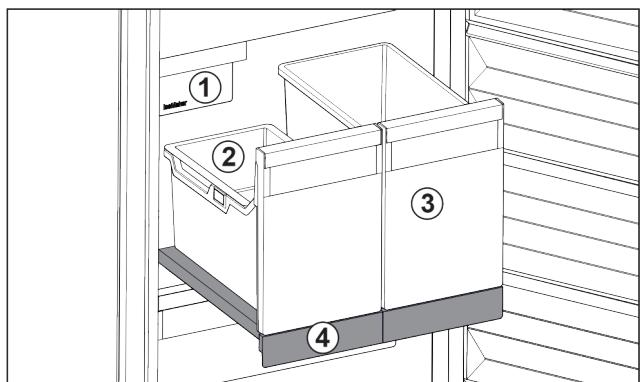

Fig. 122 Izvlečna polica z IceTower
Na izvlečni polici sta dve visoki posodi (IceTower). V posodi Fig. 122 (2) se zbirajo in skladijo ledene kocke iz IceMaker. Posoda Fig. 122 (3) je primerna za shranjevanje višjih živil, kot so pice ali alkoholne pijače.